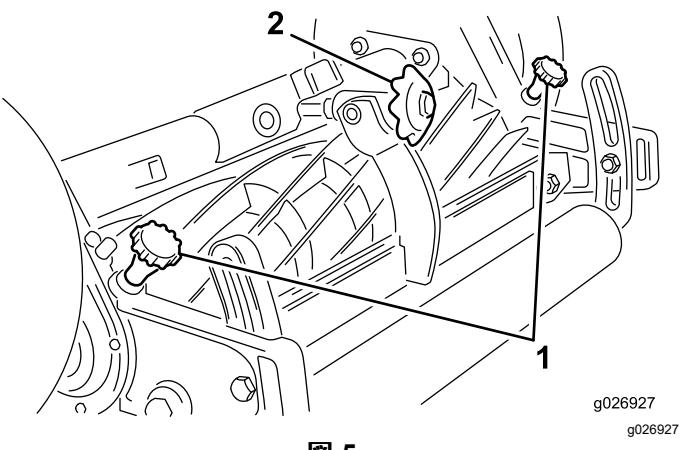

図 5
2. スローアウトノブ 図 5 を「切」にセットし、ベッドナイフ調整ノブを左に回してベッドナイフとリールの接触をなくす。
3. リールとベッドナイフとの間に短冊状に切った新聞紙を入れる。リールを逆転させながら、ベッドナイフ調整ノブ 図 5 を 1 クリックずつゆっくり右に回して、紙が軽く挟まれるようにする。この状態は紙を引っ張ると切れるか軽い抵抗を伴って紙が引き出される状態である。